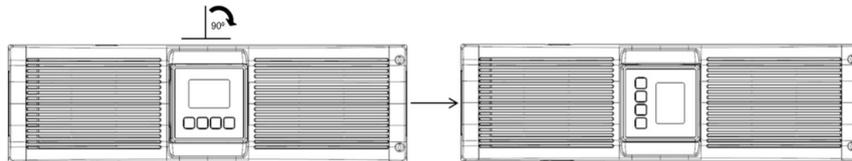

**Abbildung 3: Anschlüsse des Batteriemoduls**
1. Stecken Sie das Kabel des Batteriemoduls in den Batterieanschluss an der Rückseite der USV, wie in Abbildung 3 gezeigt.